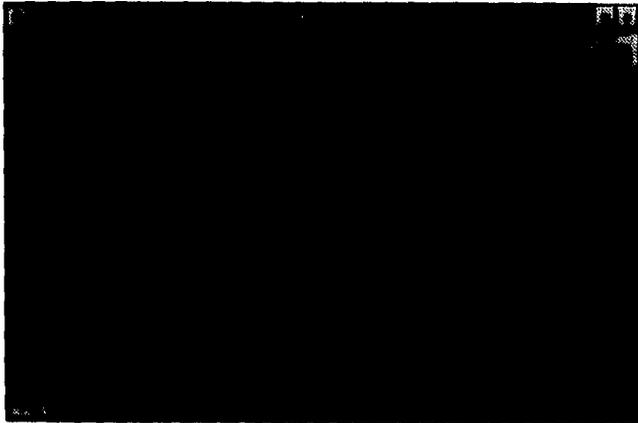

Figura 4.25
Las marcas vertical (X) u horizontal (Y) se encuentran disponibles para auxiliar la creación y modificación de formas de onda como se puede ver en la Figura 4.25. Seleccionar Edit/X Markers o Edit/Y Markers o presionar los iconos correspondientes para desplegar estas marcas (X ó Y). Para deshabilitarlas se deberán seleccionar los comandos apropiados del menú de Edición o presionar los iconos en la barra Palette. También pueden ser colocadas y sostenidas en una posición específica seleccionando Edit/Select Thumbtack de la barra de menú.